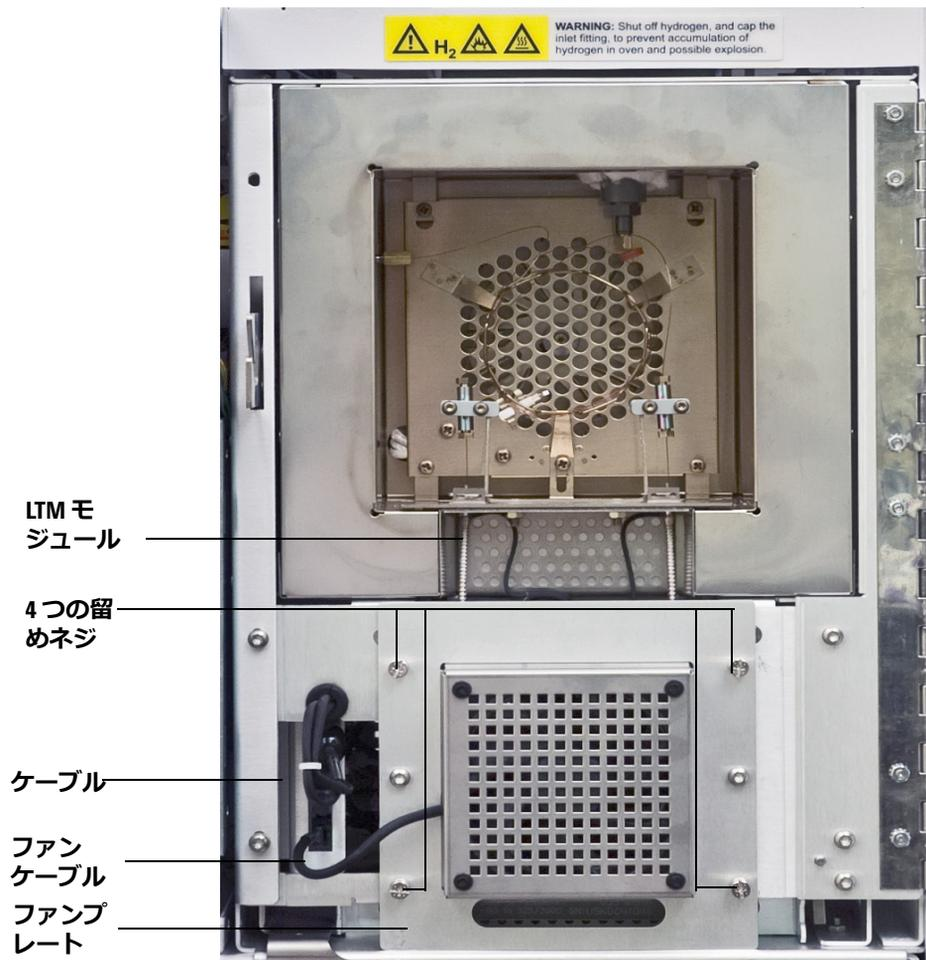

図 11 5975T に取り付けした LTM モジュール
- 9 ファンプレート外側の 4 つの留めネジでモジュールを固定します。図 11 を参照してください。